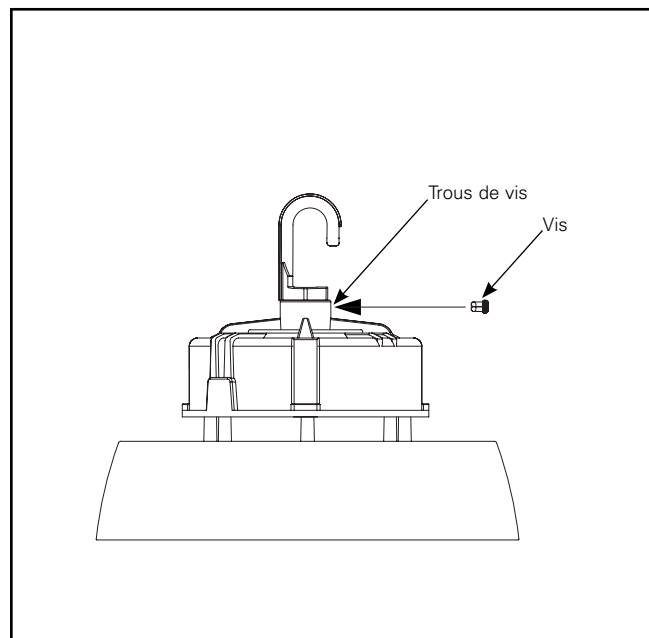

Figure 2.
2. Installez la vis de pression et serrez-la (Figure 2).